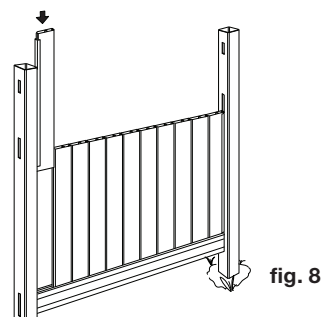

fig. 8
STEP 6 – Slide the second U-channel onto the last picket and center it vertically. Install the last picket (fig. 8).
ÉTAPE 6 – Glissez le deuxième profilé en U sur le dernier piquet et centrez-le à la verticale. Installez le dernier piquet (fig. 8).